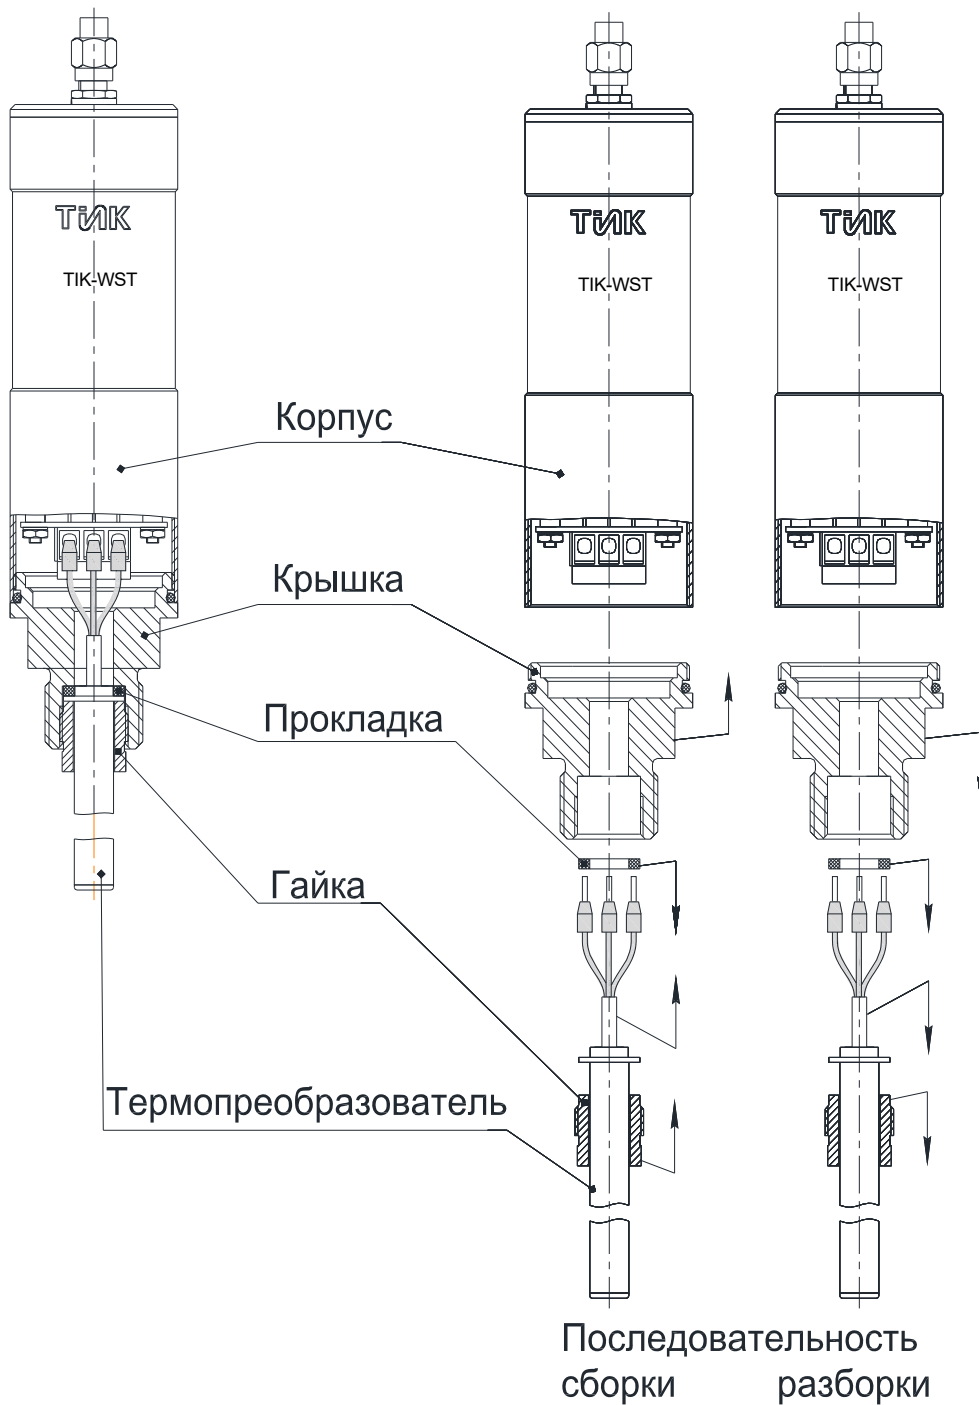

Рисунок 1
5.3.2 Для подключения термопреобразователя, необходимо (см. рисунок 1, 2):